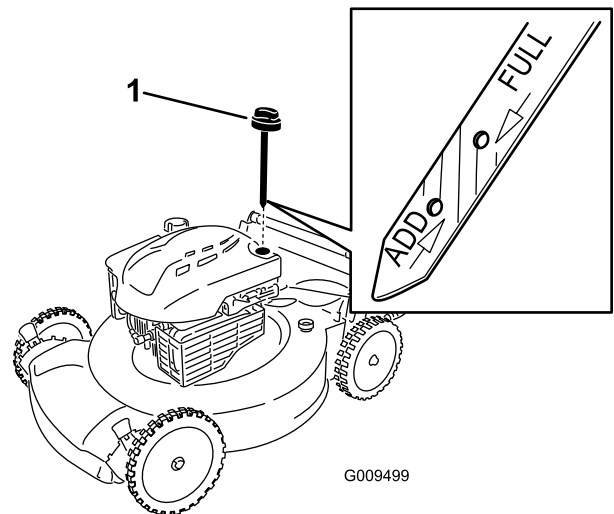

Figure 4
2. Dévissez le bouchon et sortez la jauge (Figure 4).
Remarque: Si le niveau n'atteint pas le repère **Add** (minimum) de la jauge, versez **lentement** une quantité d'huile suffisante dans le goulot de remplissage et répétez les opérations 3 à 5 jusqu'à ce que le niveau d'huile atteigne le repère **Full** (maximum) (Figure 4).